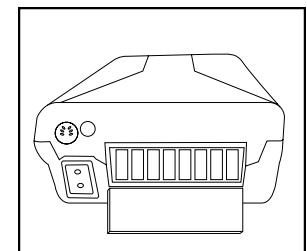

Figura 11
1. El filtro de entrada de aire se debe inspeccionar diariamente. El filtro se encuentra en la parte posterior de la unidad Figura 11.